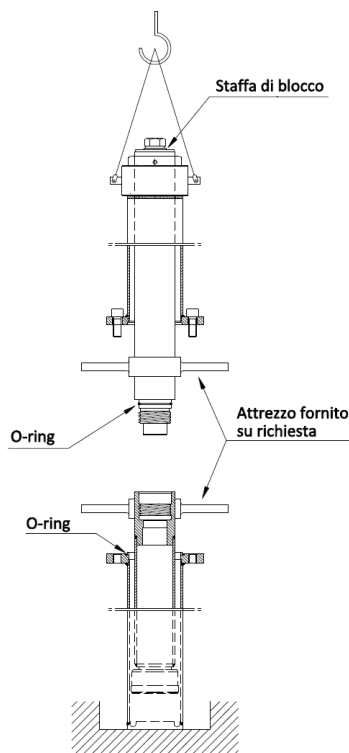
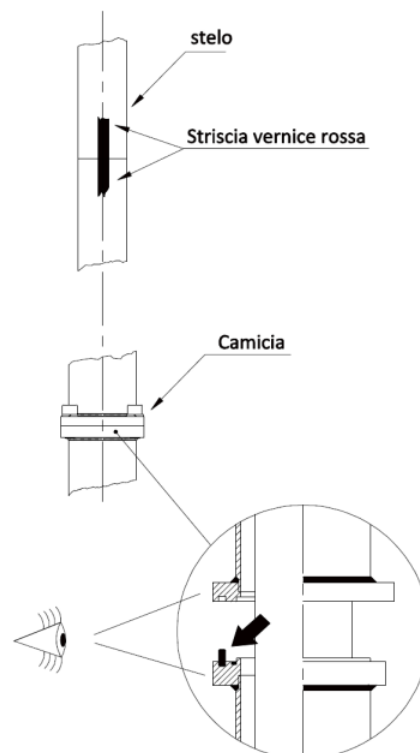

Fig. 8 – Cilindro in due pezzi con avvitatori
Fig. 9 – Stelo e camicia cilindro in due pezzi
Gli speciali avvitatori (vedi Fig. 8) o altri attrezzi ben isolati con della gomma, devono essere fissati alla metà inferiore dello stelo in posizione orizzontale, prima di alzare il cilindro in verticale.
- Per il montaggio dei due pezzi seguire le istruzioni seguenti (vedi Fig. 8 e Fig. 9):